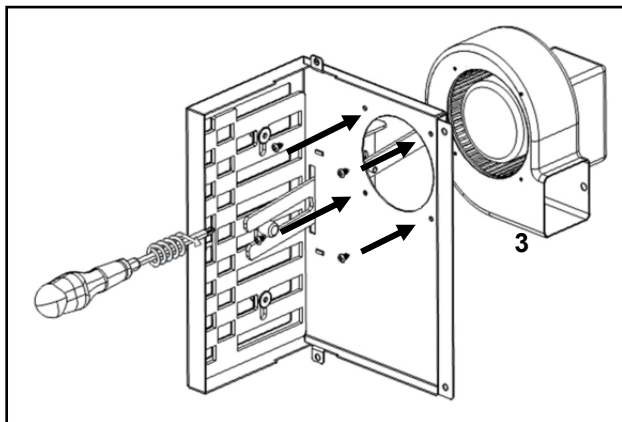

Figure 86 – Fixation support ventilateur
f) A l'arrière de l'appareil, retirez le couvercle marqué sur la Figure 86 en coupant dans les zones marquées avec une paire de pinces coupantes.